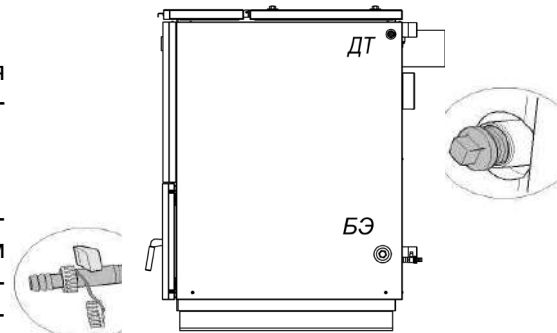

Рис. 12 Гидравлические подключения
- Установить заглушки (при наличии в модели котла) и кран для наполнения и слива теплоносителя с уплотнением пенькой, на соответствующие патрубки (см. Рис.12)